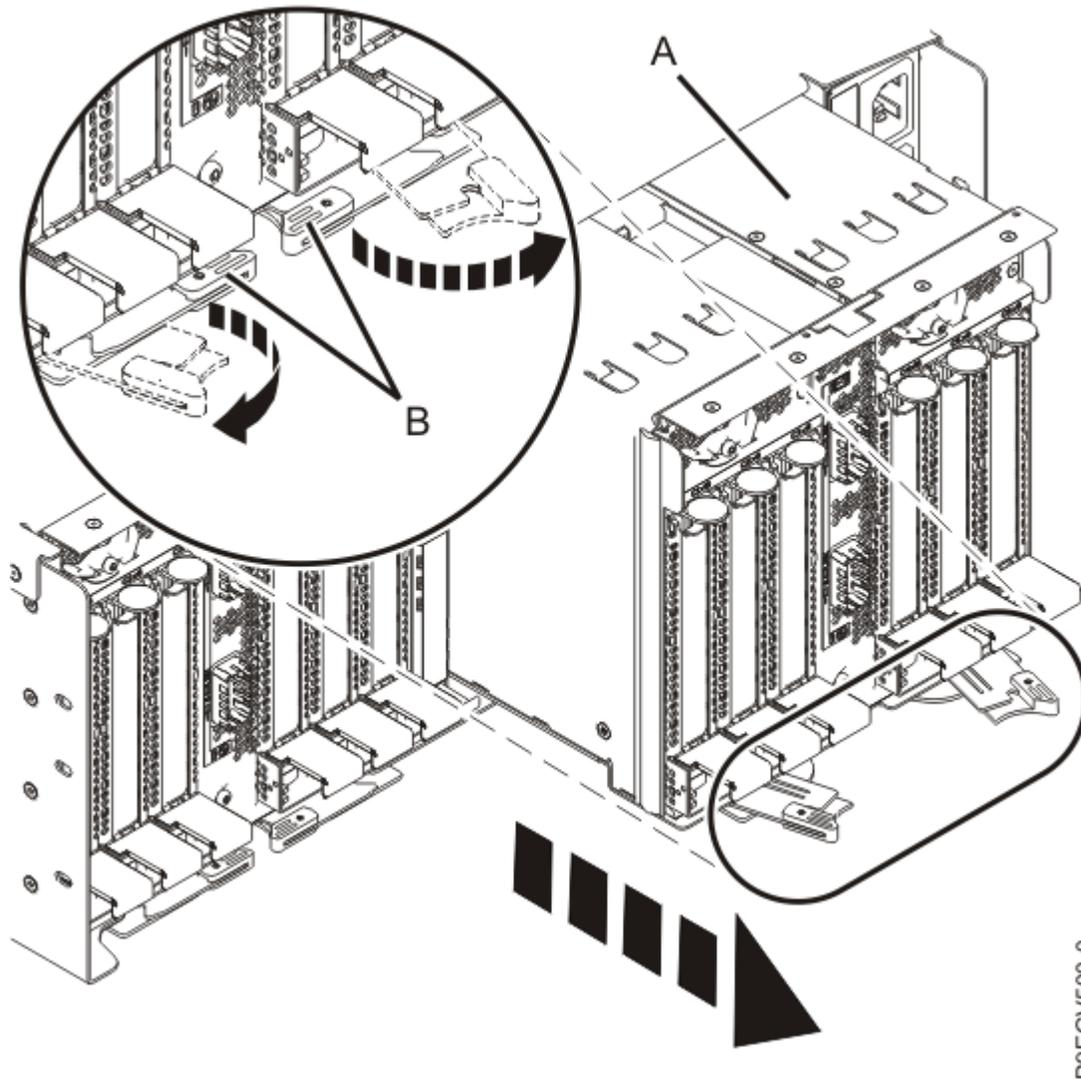

Abbildung 20. Entriegelungshebel öffnen
3. Öffnen Sie die Entriegelungshebel (**B**) am PCIe3-Fanoutmodul mit 6 Steckplätzen (**A**), indem Sie vom Rack weg ziehen. Sieh Abbildung 20 auf Seite 24.